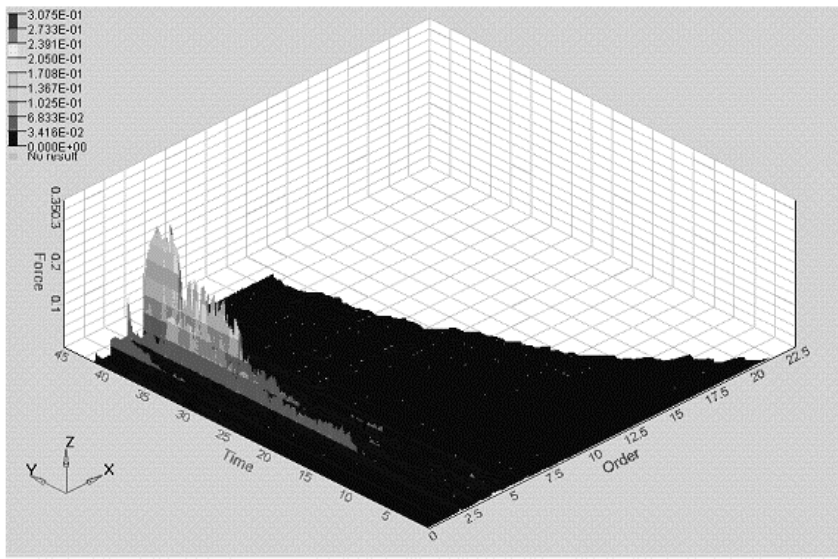

图 13-102 绘制 Order 瀑布图
- (1) 对于 Plot Type，在下拉菜单中选择 Order(scaled)而不是 Frequency。
- (2) 为在 Data Curves 下的 Input 选择 RPM vs Time – Filtered。
- (3) 单击 Apply 按钮创建瀑布图，结果如图 13-102 所示。